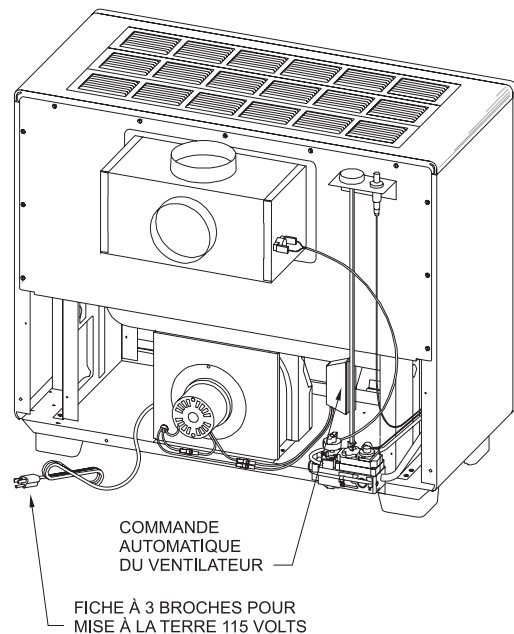

Figure 2
3. Aligner la cage de la soufflerie avec le coussin de la soufflerie et utiliser 2 vis à tête hexagonale #10 x 1/2" (13mm) pour attacher la cage de la soufflerie à l'assemblage inférieur. (Voir Figure 2).